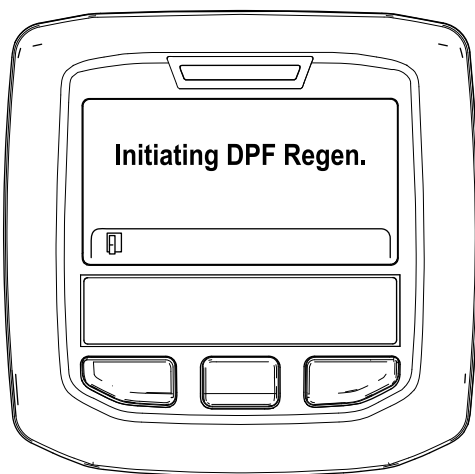

Figura 36
- A. Se muestra el mensaje "Initiating DPF Regen." (Iniciando regeneración de DPF) (Figura 36).